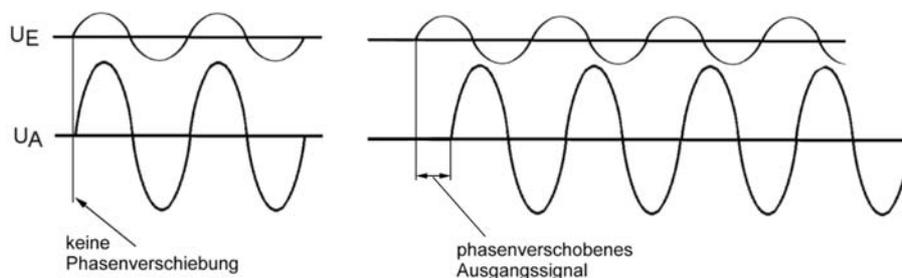

Abb. 5.29 Die Phasenverschiebung zwischen Ein- und Ausgangssignal nimmt mit wachsender Frequenz zu (Phasengang).
- Der Durchlauf einer Signaländerung vom Eingang zum Ausgang erfordert Zeit. Es ergeben sich somit Verzögerungen bzw. Phasenverschiebungen (Abbildung 5.29). Das Ausgangssignal eilt dem Eingangssignal zeitlich nach (negative Phasenverschiebung).